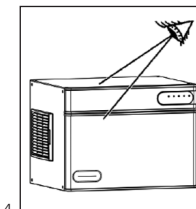

Abb. 4.
a) Sicherstellen, dass das Gerät keine Transportschäden erlitten hat (Abb. 4)